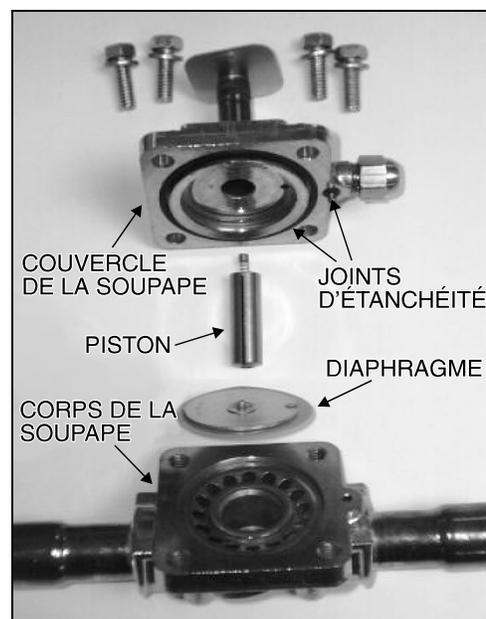

Figure 2
5. Dévisser les 4 vis à tête hexagonale qui retiennent le couvercle de la soupape, puis complètement démonter celle-ci (voir figure 2).
10. Remonter la soupape (voir figure 2).